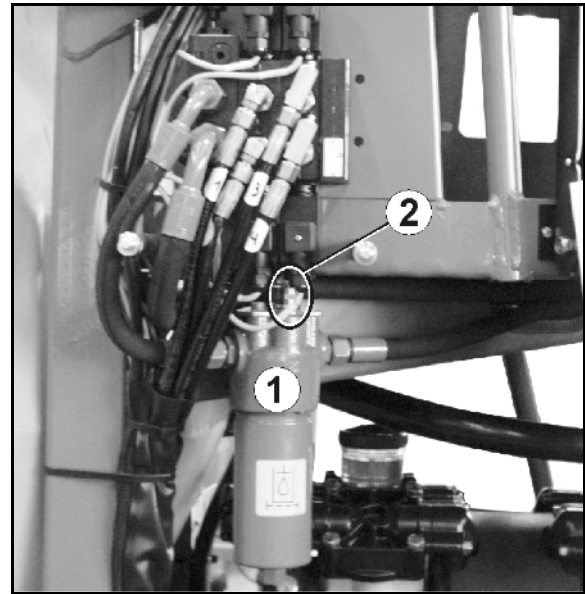

Fig. 171
1. Magnetkappe (Fig. 171/1) abschrauben.
2. Magnetspule (Fig. 171/2) abnehmen.
3. Ventilstange (Fig. 171/3) mit Ventilsitzen herausdrehen und mit Druckluft oder Hydrauliköl säubern.